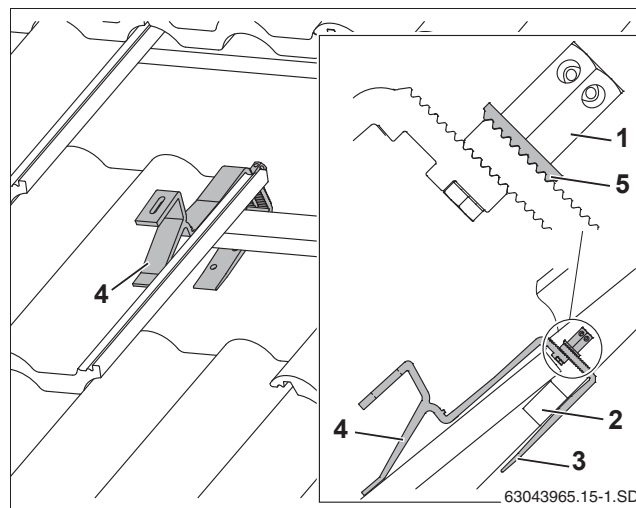

Рис. 13 Установленные кровельные крюки (для наглядности изображены не все элементы черепицы)
- ▶ Установите крюки так, чтобы передняя подпорка легла во впадину черепицы (рис. 13, [4]).
- ▶ Сдвиньте вверх нижнюю часть кровельного крюка (рис. 13, [3]) так, чтобы она прилегла к обрешетке крыши (рис. 13, [2]).
- ▶ Затяните высокие гайки (рис. 13, [1]). Для этого вставьте ключ SW 5 в отверстие гайки и поверните его.
Зубчатая подкладная шайба (рис. 13, [5]) должна войти в зацепление с нижней частью кровельного крюка.